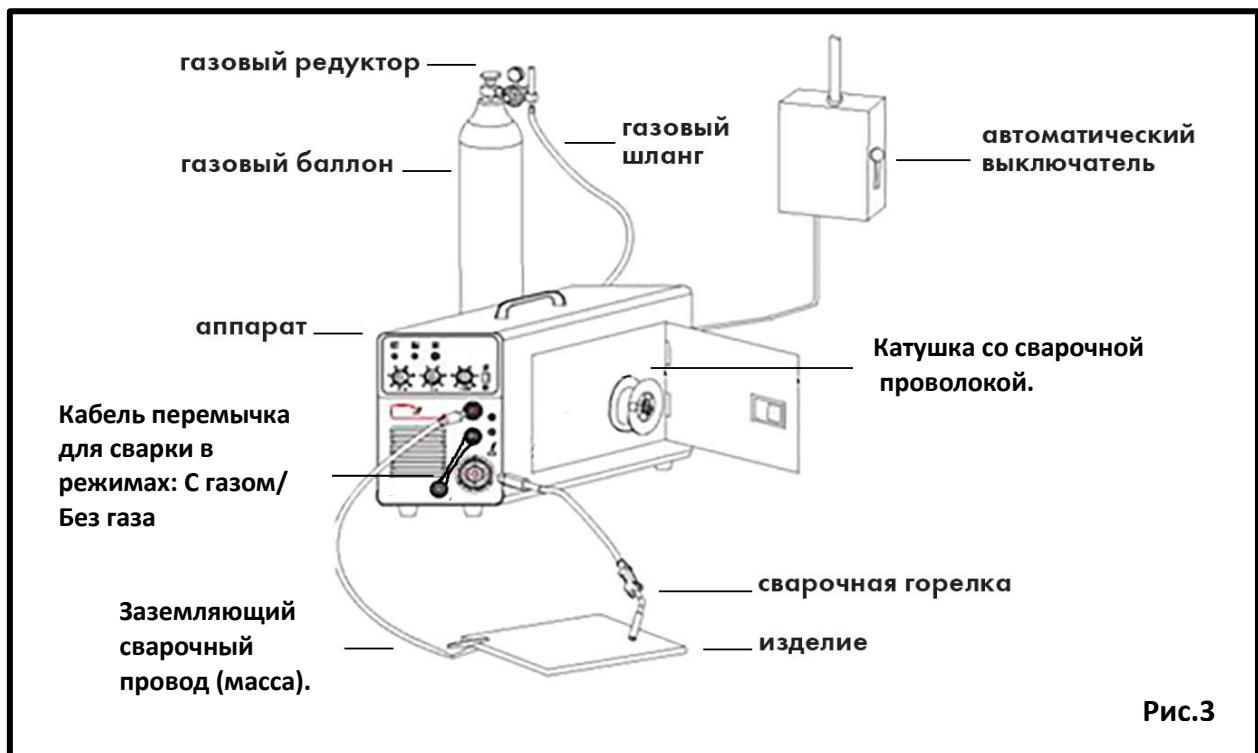

Рис.3
- Обычно для уменьшения количества брызг во время сварки необходимо подсоединить один конец заземляющего сварочного провода (масса) к свариваемому изделию, а другой конец должен быть подсоединен к выходу «-» сварочного аппарата (**Рис. 3**).